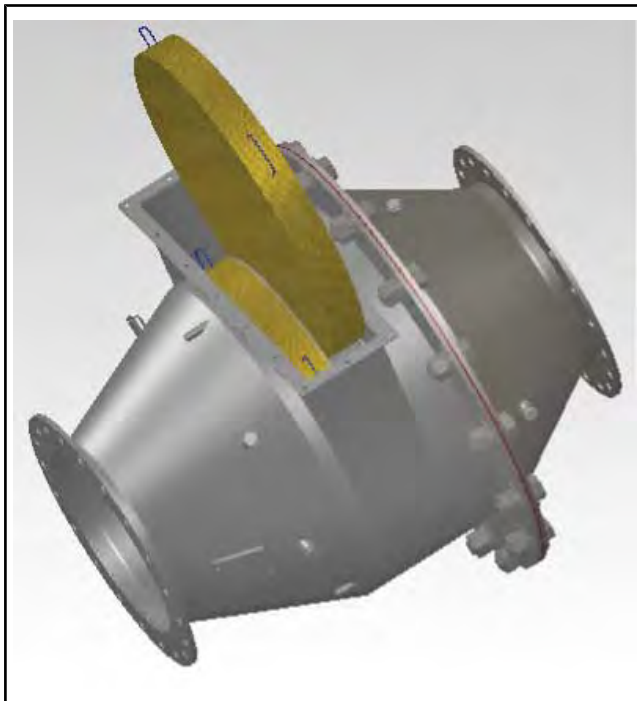

Рисунок 15.10-5: Извлечение первого элемента
- Вручную извлеките элемент, ближайший к центральному фланцевым болтам (см. Рисунок 15.10-5). Снимите элемент с помощью подъемного устройства или двух человек, которые могут поднять элемента за ручки на катализаторе.